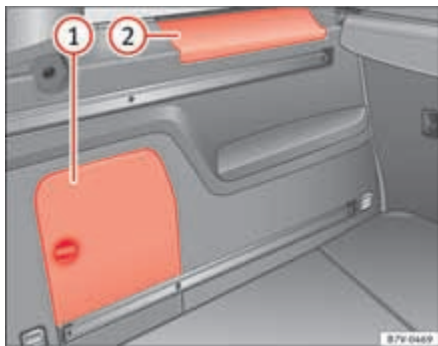

Abb. 113 Im Gepäckraum: seitliche Ablagefächer.
Seitlich im Gepäckraum befinden sich weitere Ablagefächer ⇒ Abb. 113 ① und ②. Zum Öffnen des Ablagefachs ① Schnellverschluss im Uhrzeigersinn